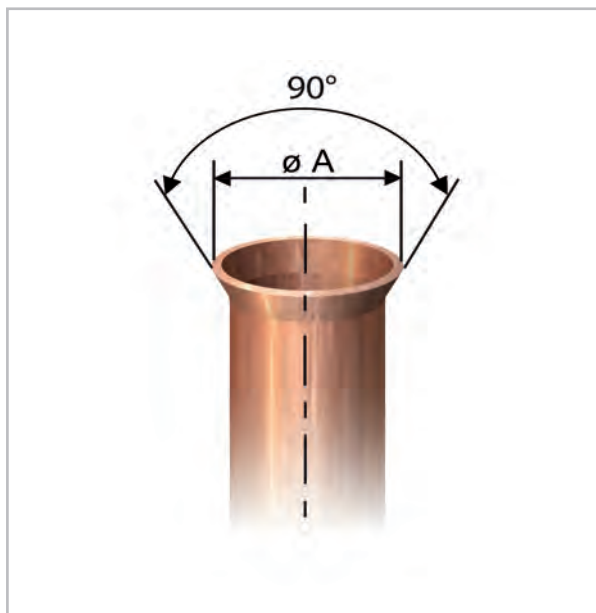

Fig. 13: Bord relevé de forme adéquate
10. ➤ Vérifiez que le bord relevé présente la forme adéquate (Voir la Fig. 13).